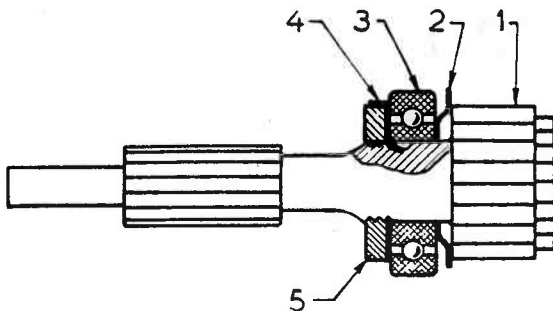

FIG. 3. — MONTAGE DE L'ARBRE PRIMAIRE
- Sur l'arbre primaire, monter dans l'ordre, en partant du pignon, la rondelle à orienter comme le montre la figure 3, le roulement, la rondelle d'arrêt d'écrou, dont la languette intérieure sera rabattue dans le fraisage prévu dans l'arbre. Visser l'écrou et rabattre la languette extérieure sur le pan correspondant.